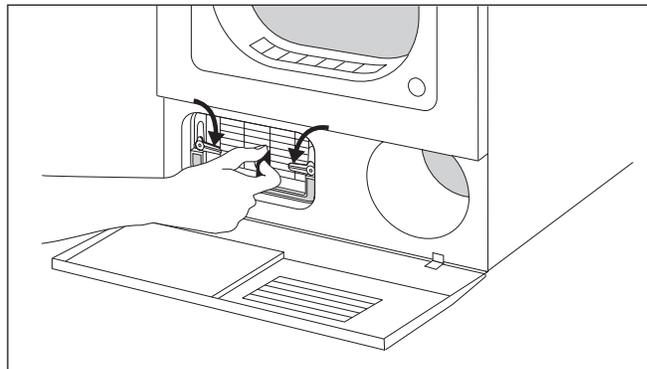

Figure 7.
5. Tourner les crochets de chaque côté de l'échangeur de chaleur vers les flèches, tel qu'il est indiqué à la figure 7.